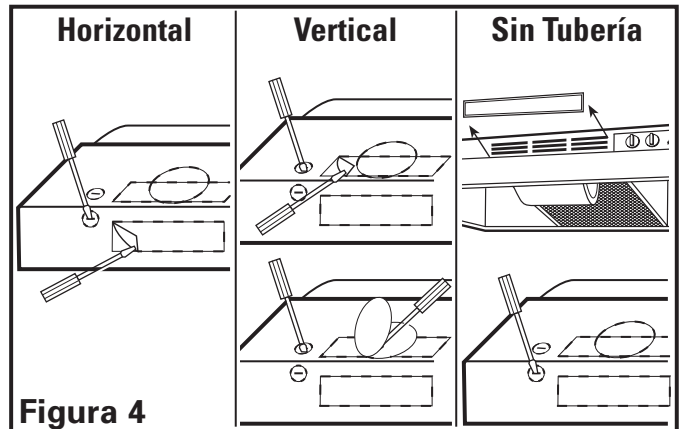

Figura 4
- 2a. **Horizontal o Vertical** – Retire la placa desmontable cuadrada insertando un destornillador por debajo del borde y rompa las lengüetas que la mantienen en su lugar. Pele usando pinzas (**Figura 4**).
- 2b. **Sin Tubería** – Levante y retire la inserción de ventilación de la campana ubicada detrás de la parrilla, exponiendo las ranuras de aire frontales. No use un destornillador o cualquier otro objeto que pueda raspar la campana (**Figura 4**).
- 2c. **Redonda de 7"** – Retire la placa desmontable redonda ubicada en la parte superior de la campana insertando un destornillador por debajo del borde y rompa las lengüetas que la mantienen en su lugar. Pele usando pinzas (**Figura 4**).
- Determine por donde ingresará el suministro eléctrico en la campana y retire la placa desmontable eléctrica apropiada insertando un destornillador dentro de la ranura y moviéndolo hacia adelante y hacia atrás hasta que la placa desmontable quede suelta (**Figura 4**).